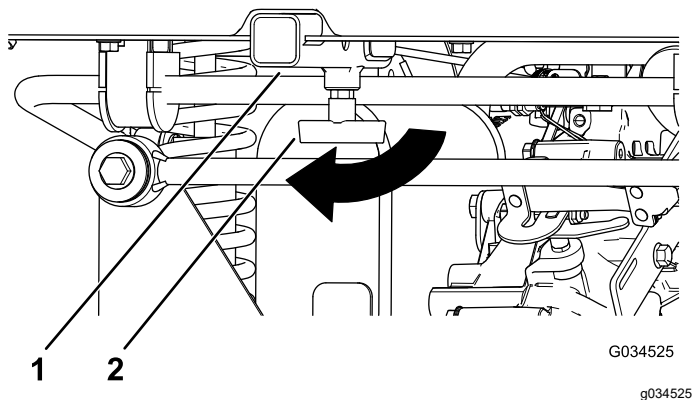

Figure 19
- Desserrez la poignée en « T » en la tournant dans le sens horaire (Figure 19).
- Insérez l'accessoire dans le récepteur jusqu'à ce que les trous soient alignés (Figure 19).